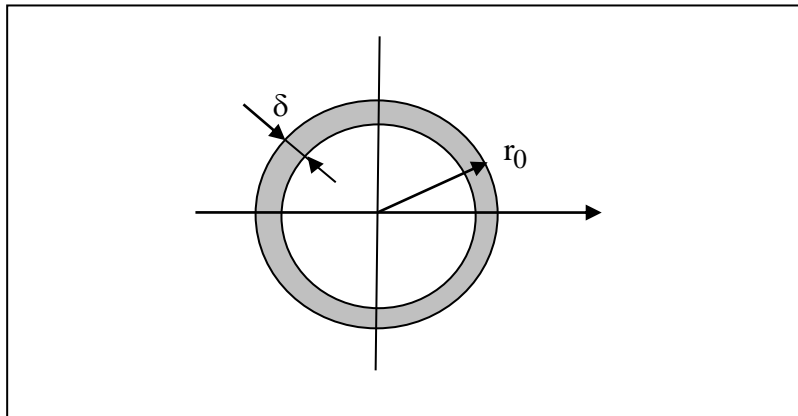

Figure 5 : Effet de peau et passage du courant dans la zone grisée d'épaisseur δ
- En courant alternatif, la densité de courant n'est plus uniforme, le courant ne circule qu'à la périphérie du conducteur dans une couronne d'épaisseur δ : c'est l'effet de peau (figure 5). En conséquence, la surface offerte au courant diminue et la résistance augmente. L'effet de peau est d'autant plus prononcé que la fréquence est élevée. L'épaisseur de peau δ est donnée par :